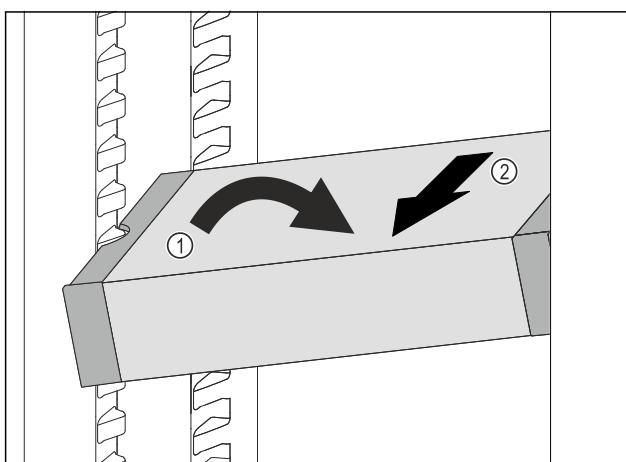

Fig. 117
- Fig. 117 (1)
- Sortir le tiroir VarioSafe par l'avant. Fig. 117 (2)